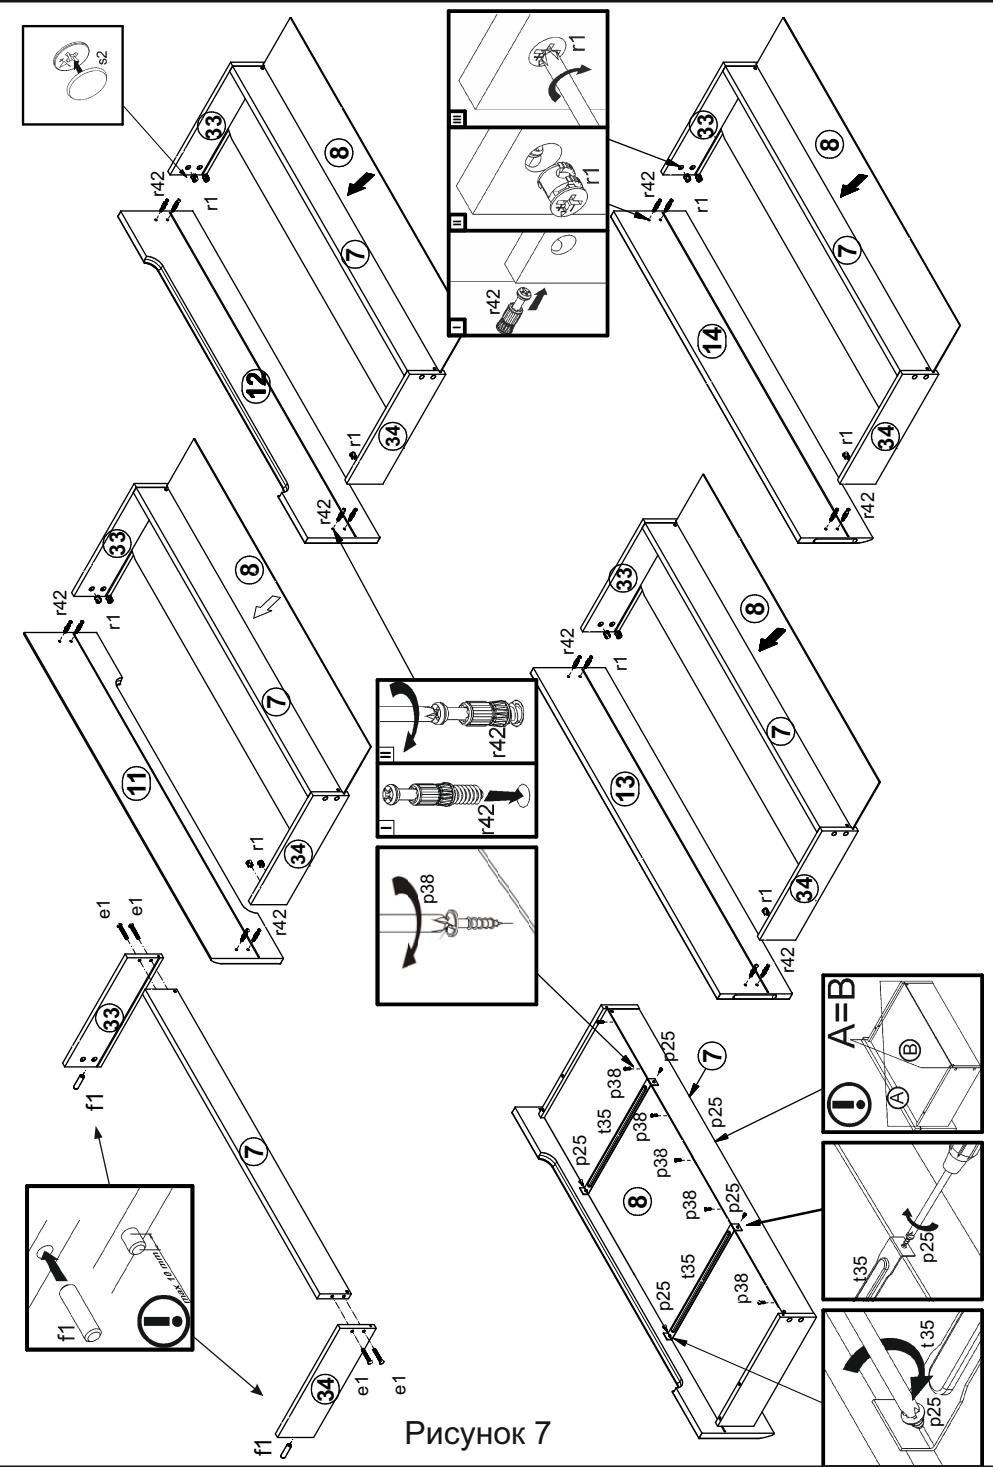

Рисунок 7
поворота конформатов использовать специальный ключ z1 (см. рис. 7).
4.13 Соединить панели ящиков 11, 12, 13, 14 с корпусами ящиков при помощи шкантов f1 и винтов стяжек r42 и затянуть эксцентриковые стяжки r1 при помощи отвертки (см. рис. 7).
4.14 Вставить дно ящика 8 в пазы в стенках ящиков 33, 34 и панелей ящиков 11, 12, 13, 14, закрепить дно шурупами p38 (см. рис. 7).
4.15 Зафиксировать дно ящика 8 с помощью фиксаторов dna ящика t35 и шурупов p25 (см. рис. 7).
4.16 Закрыть эксцентриковые стяжки на стенках боковых ящиков 33,34 заглушками s2 (см. рис. 7).